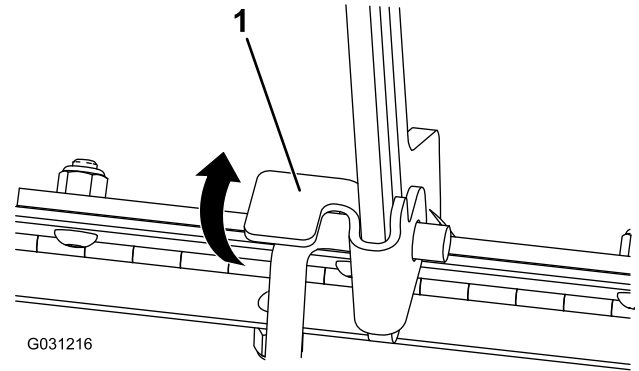

Bild 37
1. Heben Sie die Lasche an, mit der die Stützstange befestigt ist (Bild 37)